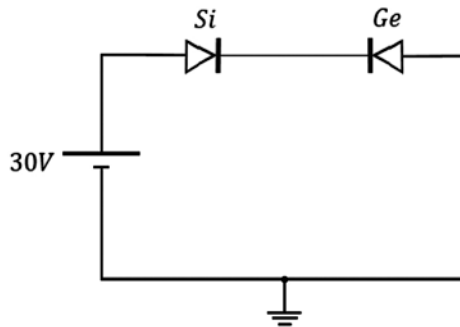

Figura 2.42 Circuito DC con diodos. Fuente: Elaboración propia
- f) En el circuito de la figura 2.42, se pide hallar el voltaje en el diodo de silicio y en el diodo de germanio.